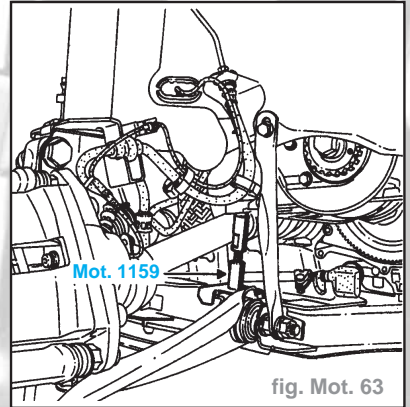

fig. Mot. 63
- Mettre en place le **Mot. 1159** sous la pompe à huile (fig. Mot. 63).